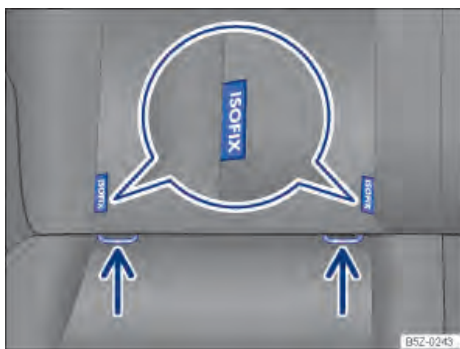

Fig. 36 No banco do veículo: identificação dos pontos de ancoragem inferiores para cadeiras de criança.
Os 2 olhais de retenção para cada cadeira de criança dotado do sistema ISOFIX podem ser acasalados entre o encosto e assento do banco traseiro. → Fig. 36.
- Afastar lateralmente o cinto de segurança e encaixar a cadeira de criança nos olhais de retenção → Fig. 36 indicados pelas setas. A cadeira de criança deve engatar de forma segura e audível (click).
- Colocar a cadeira de criança sobre a superfície do banco, afastar lateralmente o cinto de segurança e prender os ganchos dos cintos de fixação nos olhais de retenção → Fig. 36, caso os cintos de fixação sejam fornecidos junto com a cadeira de criança.